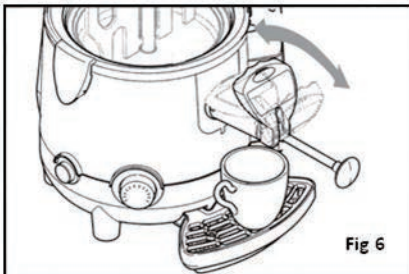

Fig 6
- Den Hebel am Hahn ziehen oder drücken, bis die gewünschte Getränkemenge in die Tasse oder den Becher ausgegeben wurde (Abb. 6).